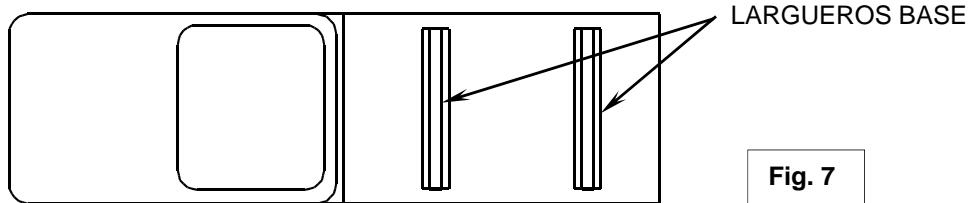

Fig. 7
3. Coloque dos largueros base (28) a lo ancho de la plataforma del camión (Ver Fig. 7). Seleccione una pata (22) y coloque las lengüetas a través de la ranura rectangular más posterior en los largueros base. Deslice los pasadores largos de halar (25) a través de los orificios en los largueros base desde el exterior como se muestra de manera que los pasadores de bisagra estén en el interior de los largueros base. Repita para la otra pata. Asegure los pasadores de halar con pasadores retenedores de resorte (26)